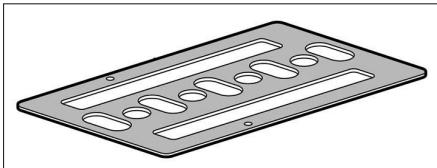

FIG. 70
- Poser les coussinets de tourillon avec le gabarit PSA 0194.Q (Fig. 70) sur le carter des chapeaux de paliers.